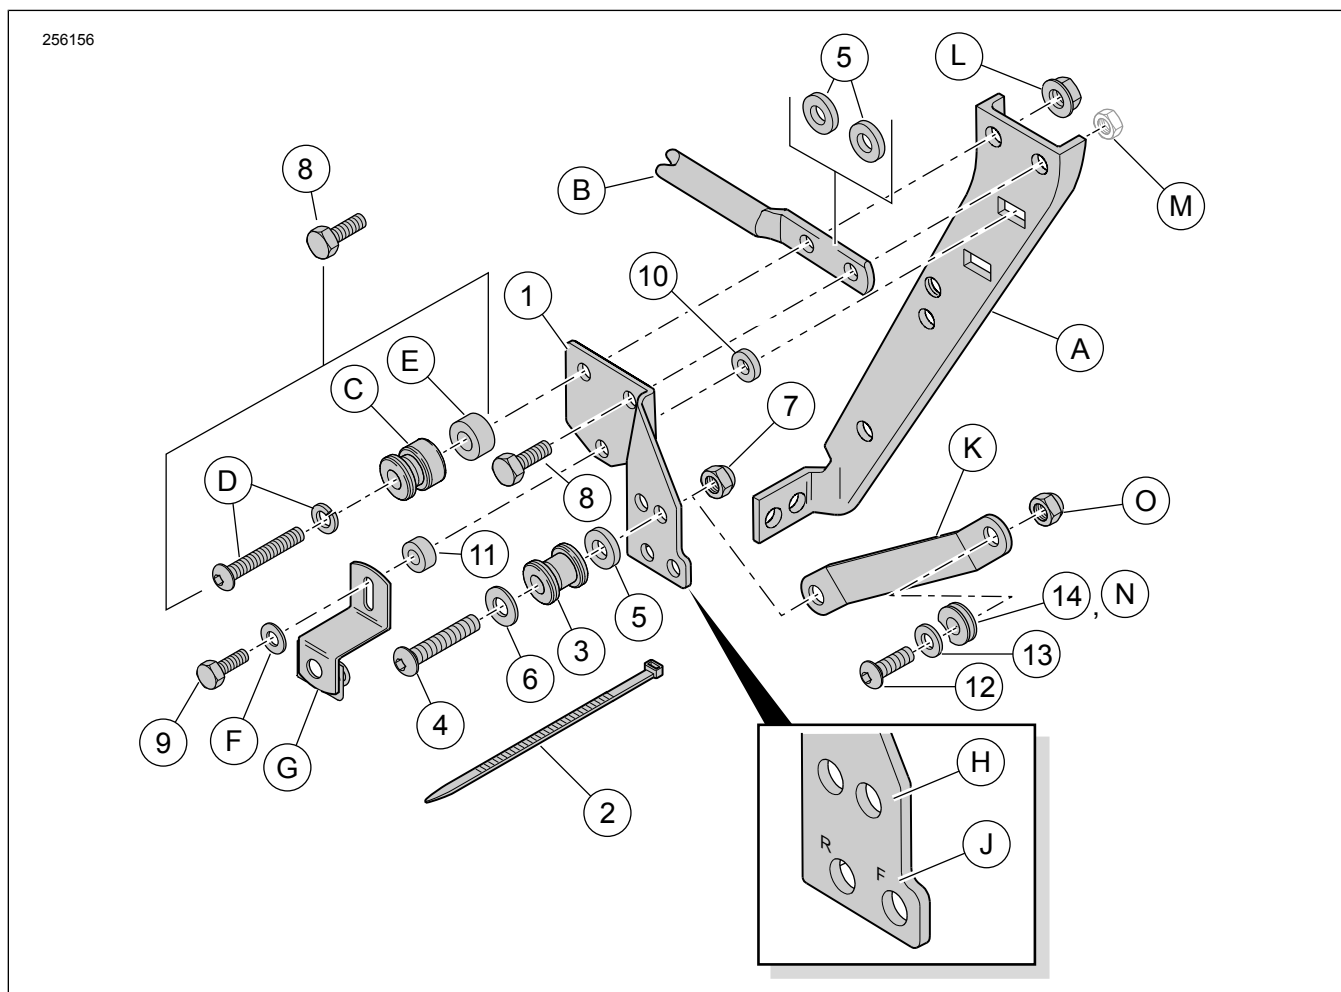
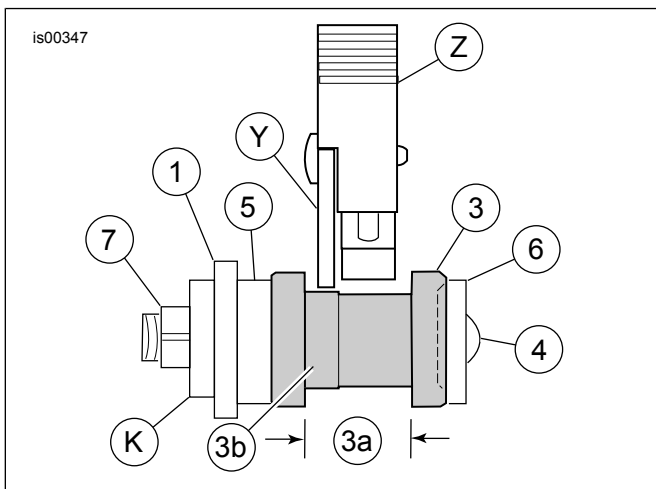

Abbildung 1. Inhalt des Satzes: Nur Einbau des vorderen Befestigungsteilesatzes
Abbildung 7. Korrekte Ausrichtung der Verriegelung am Befestigungspunkt
Siehe **Abbildung 1** >. Die vorderen Befestigungspunkt-Halterungen (1) sind seitenspezifisch. Die bei den unteren Löchern gestanzten Buchstaben müssen nach außen zeigen und die vorderen (F) und hinteren (R) Positionen identifizieren.
Siehe **Abbildung 1**. Die Befestigungshalterung wie folgt einbauen:
- Eine 5/16-18 x 1 in (25 mm) lange Schraube (8) aus vorderem Befestigungsteilesatz (53803-06) im oberen vorderen Loch der Halterung und durch die Vorderseite der Halterung aus hinterem Befestigungsteilesatz (53804-06) anbringen, positioniert zwischen Befestigungshalterung (1) und Original-Satteltaschen-Stützhalterung (A).
- Eine 5/16-18 x 2-1/4 in (57 mm) lange Schraube und Sicherungsscheibe (D), Befestigungspunkt (C) und 0,386 in (9,8 mm) dickes Distanzstück (E) aus hinterem Befestigungsteilesatz (53804-06) im oberen hinteren Loch der Halterung (B) aus hinterem Befestigungsteilesatz (53804-06) anbringen, positioniert zwischen Befestigungshalterung (1) und Original-Satteltaschen-Stützhalterung (A).
4. Siehe **Abbildung 1** und **Tabelle 2**. Hintere Satteltaschenhalterung einbauen.
- Schraube 1/4-20 (Teil 9, Länge 1 in oder 7/8 in, je nach Modell) durch Unterlegscheibe (F) und Schlitz in Satteltaschen-Befestigungshalterung anbringen.
- Für FLHR-, FLHT- oder FLTR-Modelle:** Gewinde durch unteres Loch der Befestigungshalterung (1) einführen, direkt unter den zuvor angebrachten Schrauben.
- Für FLHRC- oder FLHRS-Modelle:** Ein 9/16 in (14,3 mm) dickes Distanzstück (11) auf Schraubengewinde platzieren und Gewinde durch unteres Loch der Befestigungshalterung (1) einführen, direkt unter den zuvor angebrachten Schrauben.
- Ein 1/8 in (3,2 mm) dickes Distanzstück (10) auf Schraubengewinde platzieren und Gewinde durch Satteltaschen-Stützhalterung (A) in Clipmutter einführen. Festziehen.
7. Siehe Abbildung 7 und Abbildung 1. Eine Unterlegscheibe (6) auf das Gewinde einer Halbrundkopfschraube (4) aus diesem Satz platzieren.
8. Einen Befestigungspunkt (3), ausgerichtet wie abgebildet, über das Schraubengewinde platzieren, gefolgt von einem Distanzstück (5).
- a. **Für Modelle von 1994 bis 1996:** Durch hinterstes Loch (H) in der Befestigungshalterung (1).
- b. **Für Modelle ab 1997:** Durch vorderstes Loch (H) in der Befestigungshalterung (1).
- c. Schraubengewinde durch größeres Loch in Halterung (53805-99, Teil K, Teil des Soziusbügel-Satzes) einführen und mit Sicherungsmutter (7) locker befestigen.